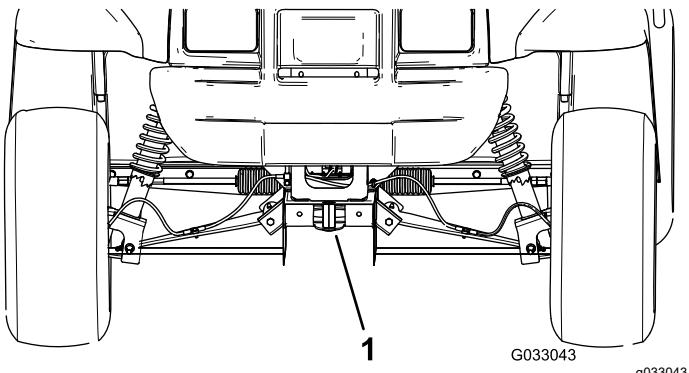

Bild 18
In Bild 18 und Bild 19 finden Sie die Vergurtungsstellen der Maschine.
2. Befestigen Sie ein Abschleppseil an der Zunge vorne am Maschinenrahmen (Bild 18).